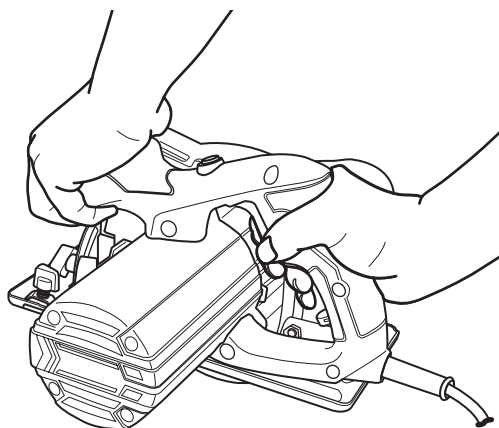

Fig. 12
- > Revise que hay suficiente espacio para la hoja de sierra (19) por debajo de la pieza de trabajo.
- > Sujete el producto con una mano en la empuñadura trasera (2) y con la otra en la empuñadura frontal (6). Nunca intente hacer funcionar el producto con una mano sola. Mantenga sus manos alejadas de la parte inferior de la pieza de trabajo (Fig. 12).